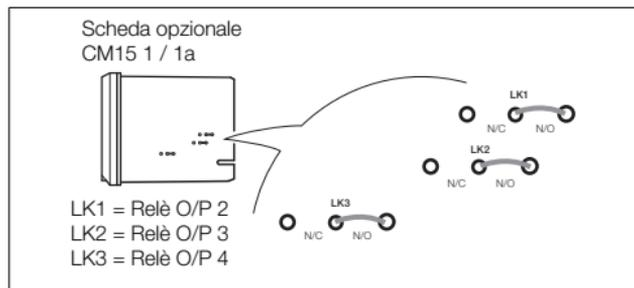

Fig. 4.11 Collegamenti a ponticello per uscite a relè – Indicatore CM15
1. I collegamenti associati alle uscite relè sono mostrate in fig. 4.11.